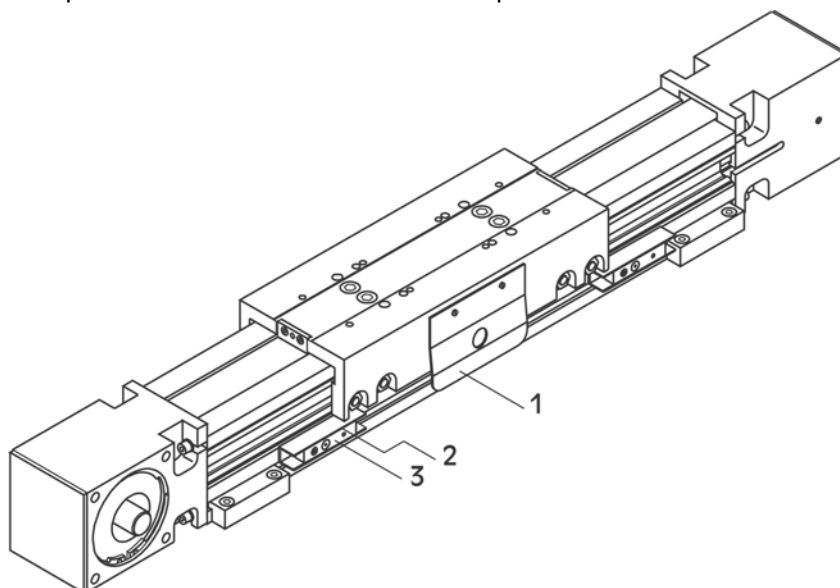

Fig. 5: Interruttori di prossimità induttivi
4. **Fig. 5:** Allentare il rispettivo interruttore di prossimità svitando la vite di fissaggio (2).
5. Spostare l'interruttore di prossimità (3).
1. **Fig. 5:** Avvitare l'angolo di arresto (1) con le viti a testa cilindrica DIN 912,
2. Avvitare il finecorsa (3) all'angolo di arresto con le viti a testa cilindrica DIN 912.